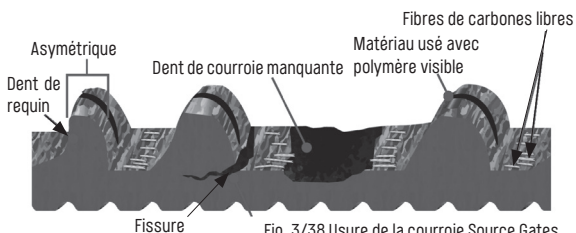

Fig. 3/38 Usure de la courroie Source Gates
- Vérifiez la courroie à intervalles réguliers pour vous assurer de l'absence de dommages, fissures, dents manquantes ou fibres de carbone libres (« Fig. 3/ Usure de la courroie Source Gates » à la page 38)